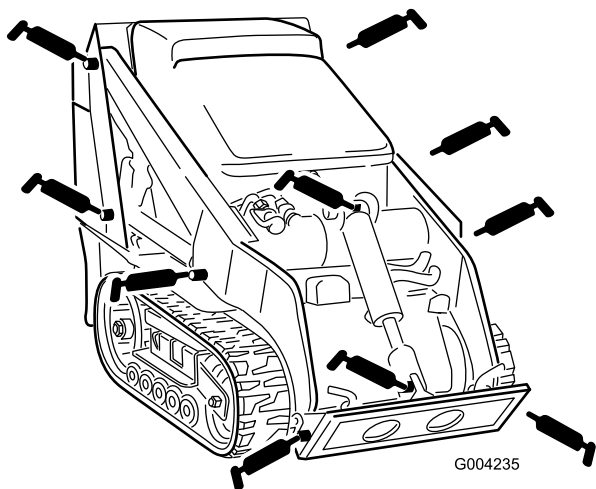
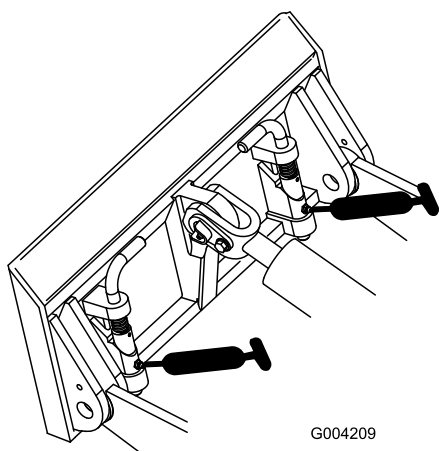

Figura 26
Figura 27
3. Conecte una pistola de engrasar a cada punto de engrase (Figura 26 y Figura 27).